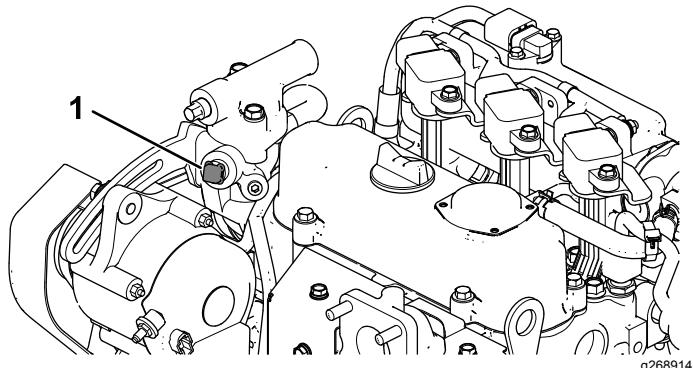

Figura 12
- A. Retire o tampão da caixa do termóstato (Figura 12).